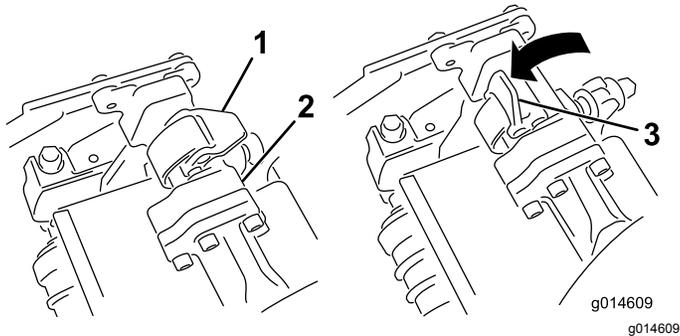
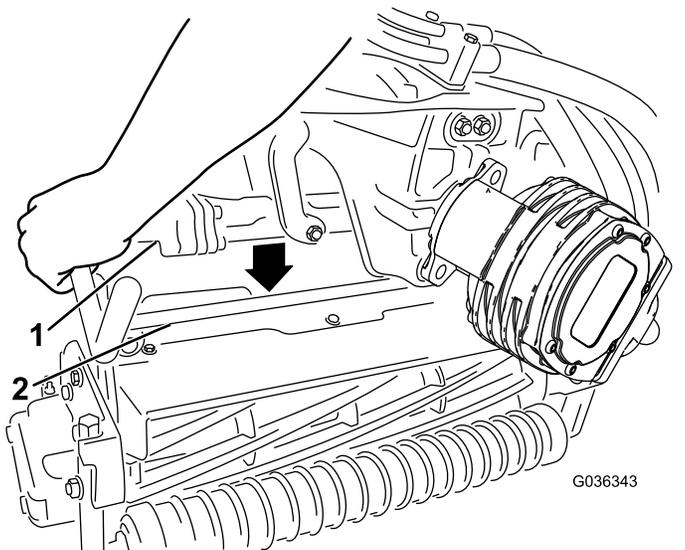

図 50
図 51
4. サスペンションアームのバーについているラッチを上向き開いた状態にして 図 50、サスペンションアームを押し下げて、バーを、カッティングユニットのバーの上に被せるようにする 図 51。
5. ラッチを下げて閉じるとカッティングユニットのバーがロックされてユニットがアームにセットされる 図 50。
5. 取り外したいカッティングユニットのサスペンションアームのバーについているラッチを開く **図 50**。